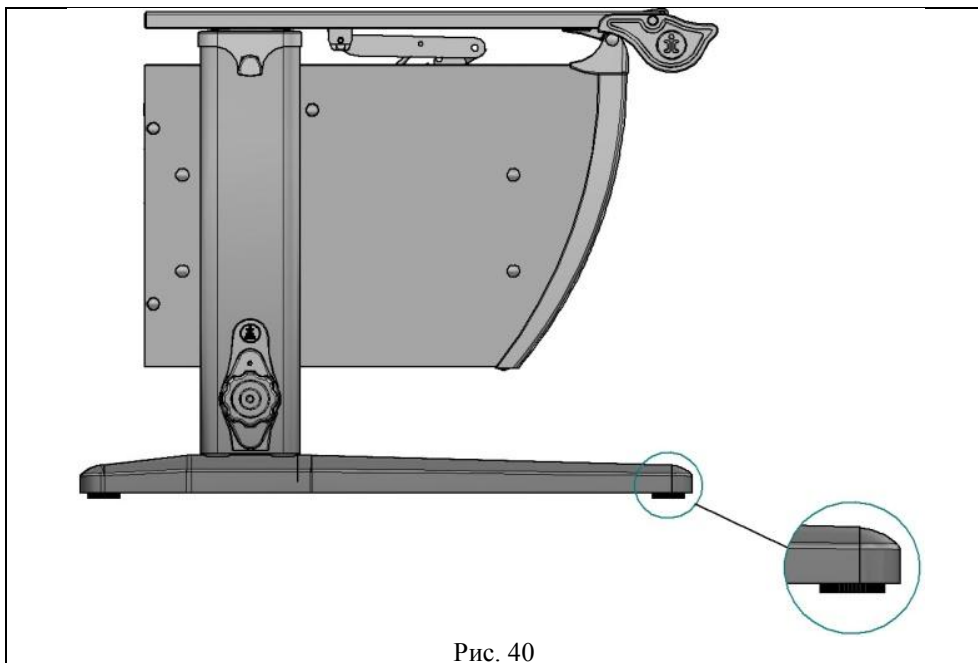

Рис. 40
5.1. Стол следует устанавливать на ровную горизонтальную поверхность, обеспечивающую опору всех ножек, при необходимости отрегулировать стол ножками (см. рис. 40) до горизонтального положения столешницы.